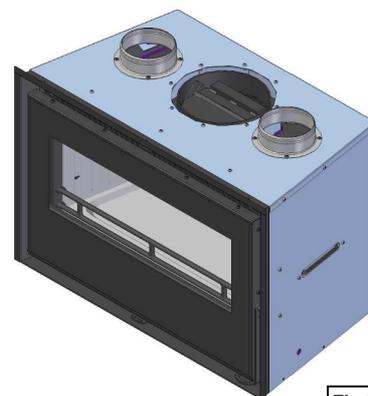

Fig.35
- Rimuovere la vite di blocco dalla griglia scorrevole. (Fig. 35)